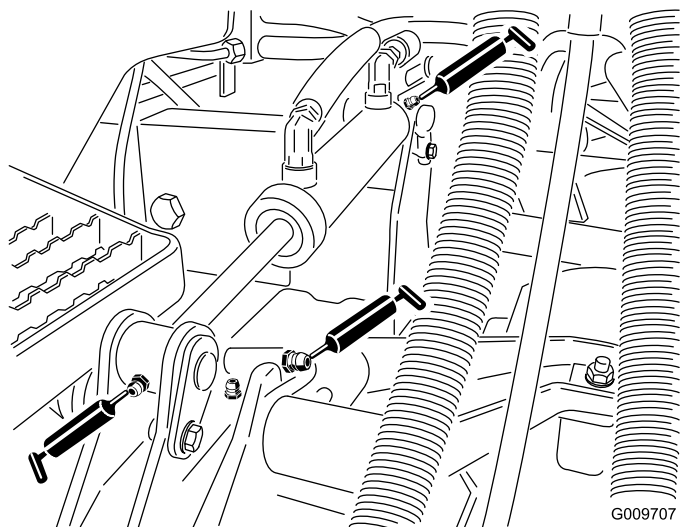

Figura 46
- Boccole del braccio di sollevamento (1 per apparato di taglio) come illustrato nella Figura 46
- Boccole del cilindro di sollevamento (2 per apparato di taglio) come illustrato nella Figura 46